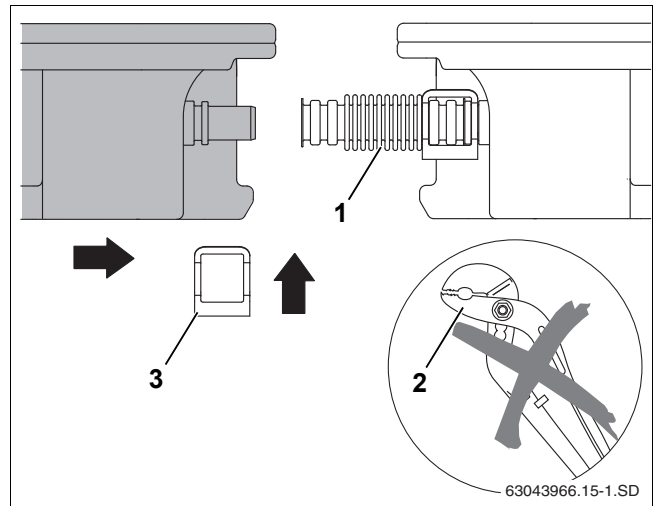

Рис. 46 Придвинуть второй коллектор к первому
- ▶ Не применяйте никаких инструментов, такие как плоскогубцы и др. (рис. 46, [2]). Они могут повредить гофрированную трубу.
- ▶ Второй коллектор придвиньте к первому так, чтобы его штуцеры попали в уже установленные гофрированные трубы (рис. 46, [1]) первого коллектора.
- ▶ Установите зажимы (рис. 46, [3]) на гофрированные трубы на штуцерах второго коллектора.